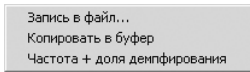

Рис. 1.46. Контекстное меню на списке корней
- щелкните правой кнопкой на списке корней. Появится контекстное меню, см. рис. 1.46;